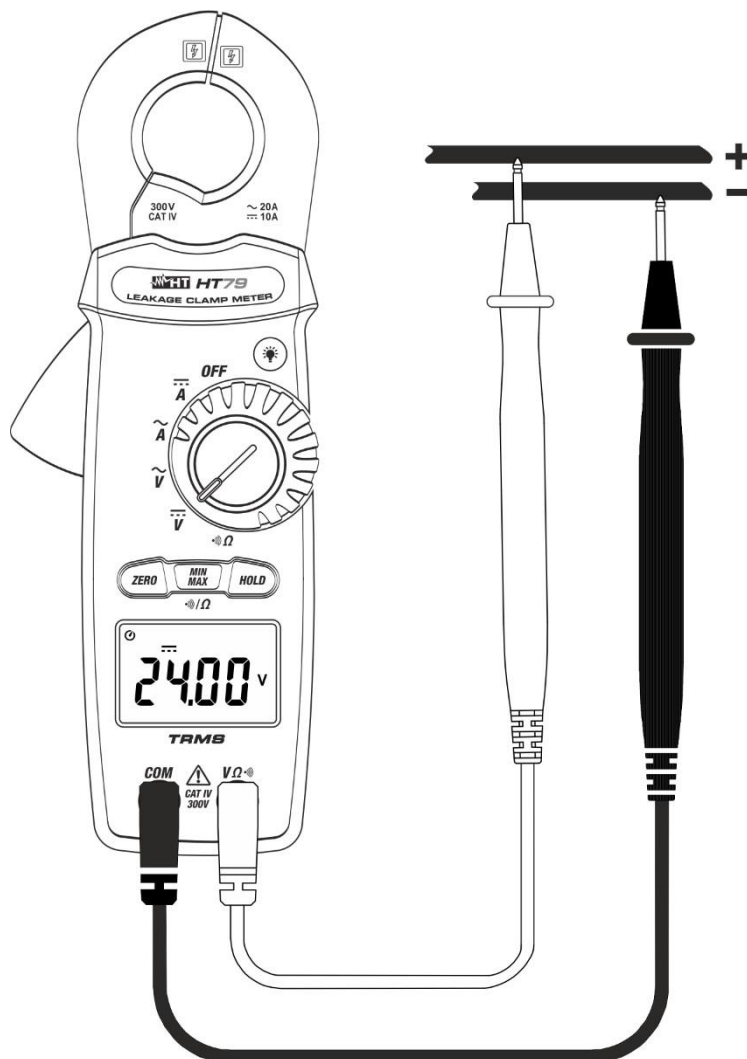

Fig. 4: Uso do instrumento para medir Tensões CC
3. Colocar as ponteiros nos pontos pretendidos do circuito em exame (ver Fig. 4). O valor da tensão será apresentado no display.